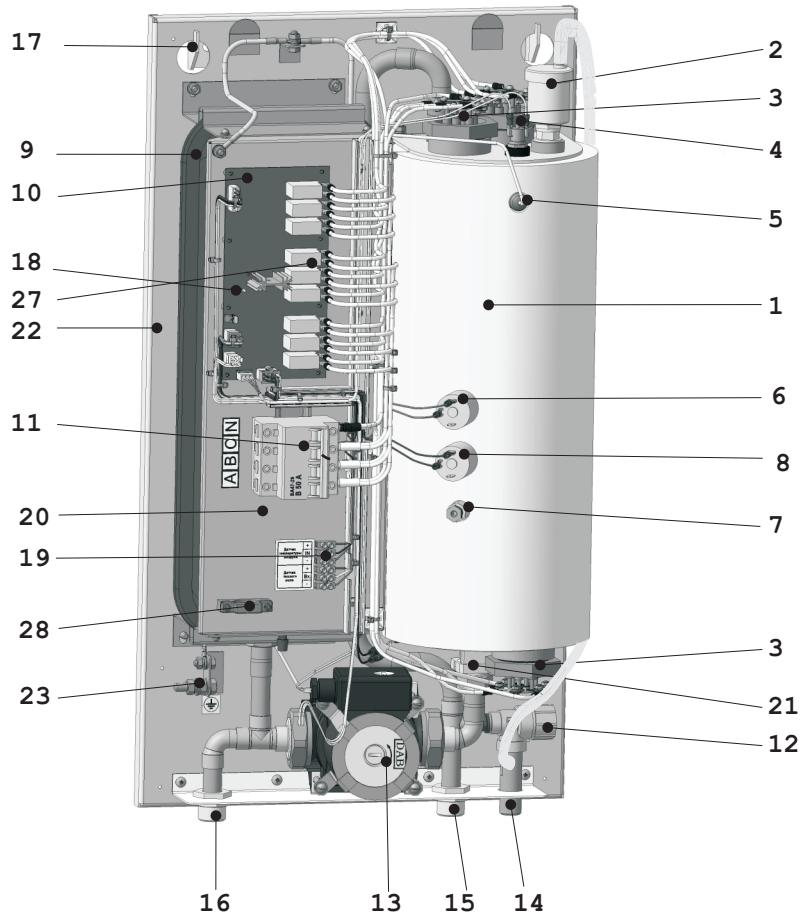

Рис. 1
Установочную панель (22) Рис. 1, на которой смонтированы котел в теплоизоляции (1), циркуляционный насос (13), экспанзомат (9), зажим заземления для подключения заземляющего проводника (23) и панель электропитания (20). Котел содержит три блока ТЭНов (3). В верхней крышке котла установлены автоматический воздухоотводчик (2) с дренажной системой, аварийный термоограничитель (4). На корпусе котла расположены рабочий датчик температуры теплоносителя (5), датчики максимального (6) и минимального (8) давления, датчик манометра (7).
4.4 Подключение прибора к системе отопления производится с помощью входного патрубка (16) G 3/4 и выходного патрубка (15) G 3/4. Рис.1. Сброс воды при срабатывании воздухоотводчика и предохранительного клапана осуществляется через дренажный патрубок (14) G1/2, подключаемый к канализации.
4.6.13 Клеммы "Датчик температуры воздуха" колодки (19) Рис.1 используются для подключения к прибору регулятора температуры воздуха (входит в комплект поставки). При этом высветится светодиодный индикатор "ДАТЧИК ВОЗДУХА" (10), заданная "ТЕМПЕРАТУРА ТЕПЛОНОСИТЕЛЯ / °C" на символьном индикаторе автоматически установится равной 85°C, независимо от ранее установленной.
4.6.14 Клеммы "Датчик теплого пола" колодки (19) Рис.1 используются для подключения к прибору регулятора температуры